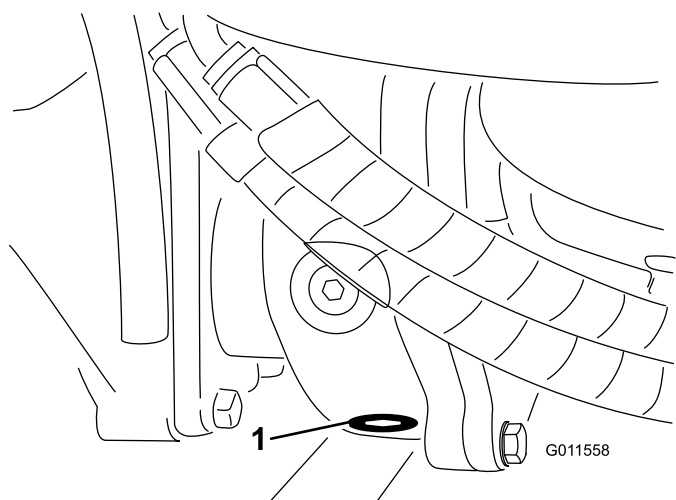

Figure 110
5. Nettoyez la surface autour du bouchon de vidange au fond du boîtier d'engrenages (Figure 110).